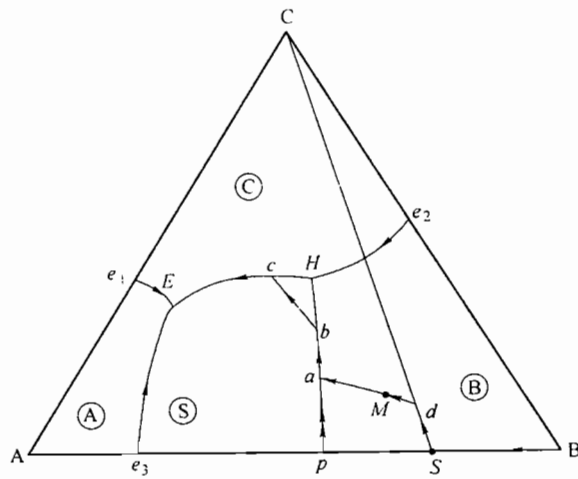

图 14-2 第七题解答图
1. 划分成 2 个分三角形, 如图 14-2 所示。
2. 如图 14-2 所示。